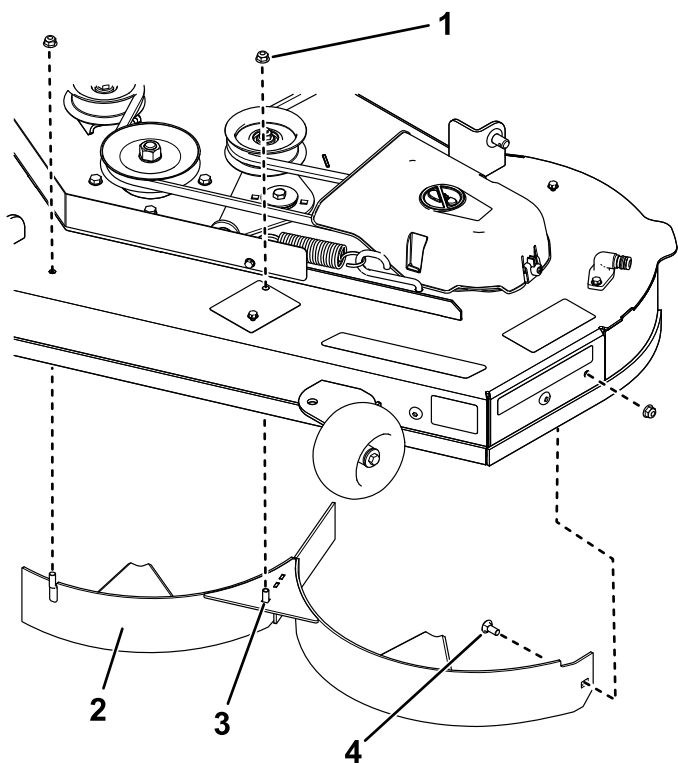

Bild 14
- Entfernen Sie die beiden Sicherungsmuttern (5/16") von den geschweißten Pfosten des linken Ablenkblechs (Bild 14).
8. Entfernen Sie die Schlossschraube und Sicherungsmutter, die das linke Ablenkblech am Mähwerk befestigen, und entfernen Sie das Ablenkblech (Bild 14).
9. Suchen Sie die zwei Schrauben in den losen Teilen und setzen Sie diese Befestigungen mit den vorhandenen Sicherungsmuttern in die Löcher im Mähwerk ein, die in Bild 14 abgebildet sind, um das Herausschleudern von Rückständen zu vermeiden.